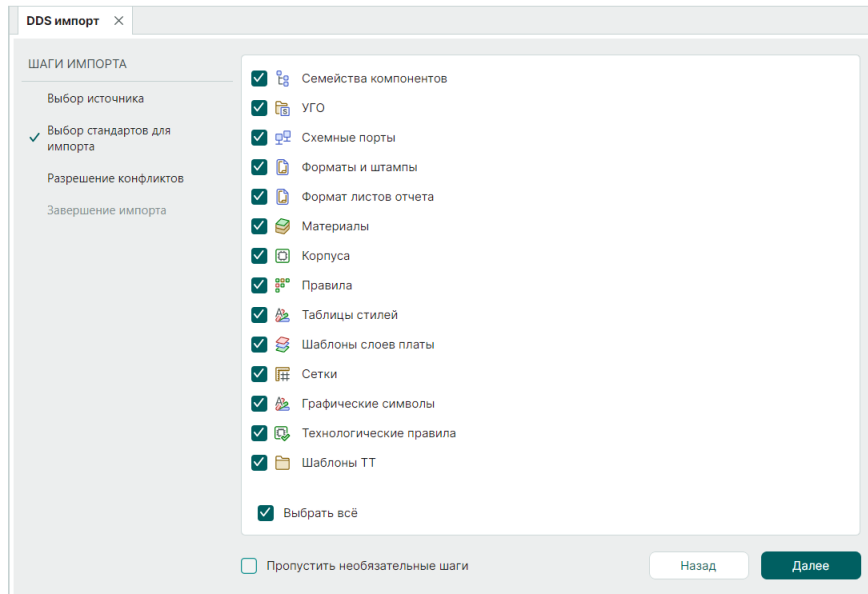

Рис. 16 Выбор импортируемых стандартов
4. Выберите стандарты, которые необходимо импортировать из выбранного файла, см. Рис. 16. Установив флаг в поле «Выбрать все», для импорта можно одновременно выбрать все разделы стандартов.